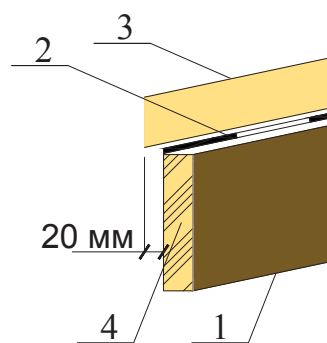

Рис. 2
4.1.3. Для обеспечения притока воздуха в подкровельное пространство, между гидроизоляцией и кровельным покрытием, нижний край контробрешетки необходимо выпустить относительно лобовой доски на 20 мм (см. рис. 2)